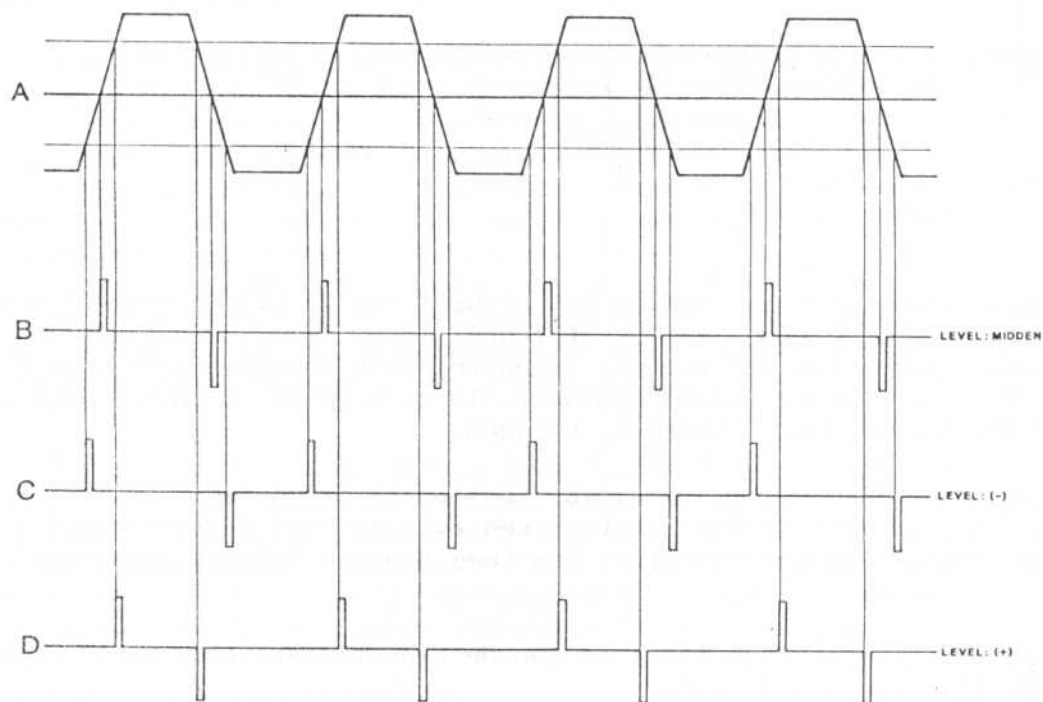

fig. 25
Om een stabiel beeld te krijgen is de scoop o.a. voorzien van een triggerniveau regelaar en een triggerpolariteit-omschakelaar (23). Met de niveau- of levelregelaar op de scoop bepalen we het moment waarop de triggerpuls wordt opgewekt (fig. 25).